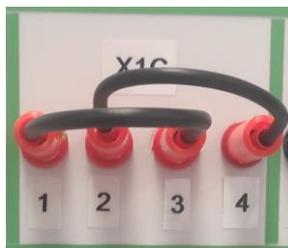

Рисунок 3.4 Подключение цепи STO с использованием перемычек
- 1) клеммник X1C на внешней панели стенда, соединить контакты 1-3 и 2-4 между собой перемычками (Рисунок 3.4);